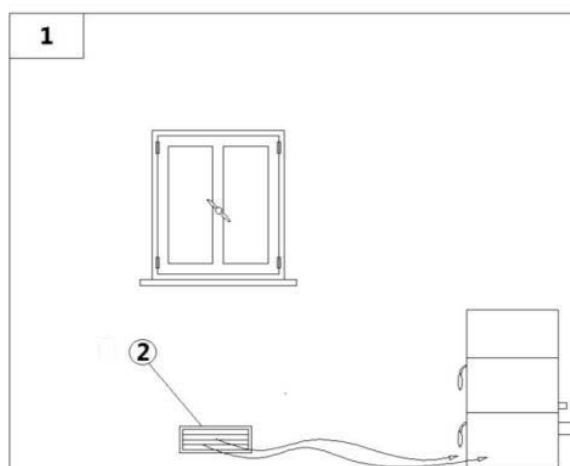

Fig. 10 - Dopytywanie bezpośredniego powietrza
OPIS	Fig. 10
- Dopływ powietrza pomiędzy otoczeniem zewnętrznym i pomieszczeniem może być bezpośredni przez otwór w ścianie zewnętrznej pomieszczenia (patrz Fig. 10).